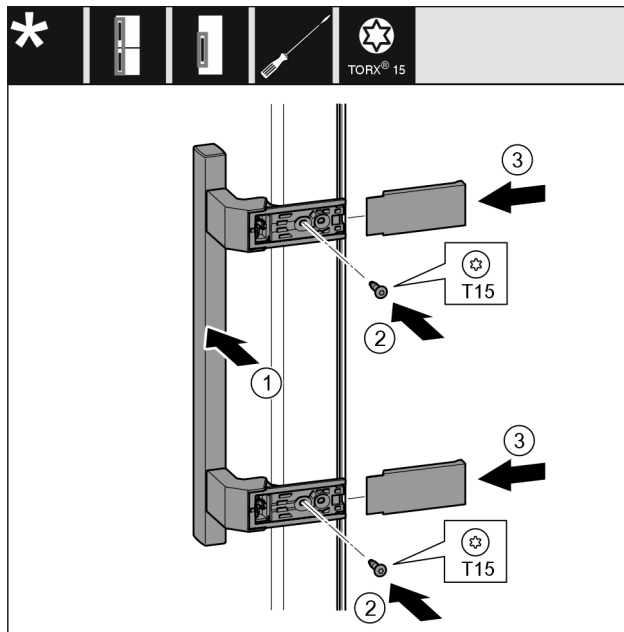

Fig. 11
- ▶ Helyezze fel a fogantyút a másik oldalra. Fig. 11 (1)
- ▶ Húzza meg a csavarokat T15 csavarhúzóval. Fig. 11 (2)
- ▶ Helyezze fel a fedelet oldalra, és tolja őket a helyükre. Fig. 11 (3)